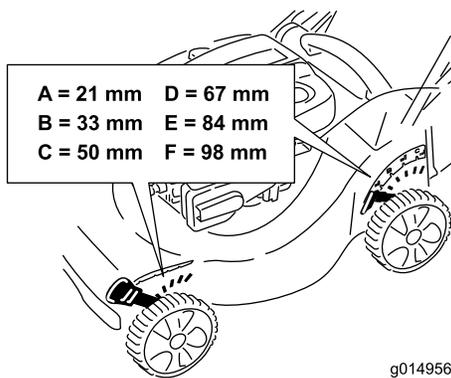

Figura 11
**Nota:** Per alzare il tosaerba, spostate in avanti entrambe le leve dell'altezza di taglio; per abbassare il tosaerba, spostate indietro entrambe le leve (Figura 11).